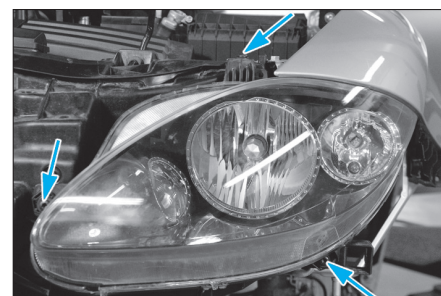

Fig. 6
- Débrancher les connecteurs puis déposer le projecteur (Fig.6).